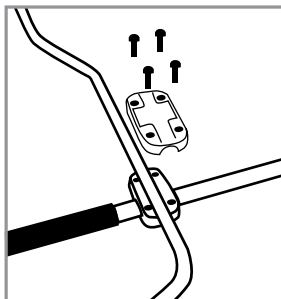

Рис. 4 Установка рукояток
4. Установите в рабочее положение и закрепите винтами рукоятку управления и рабочую рукоятку (Рис. 4).